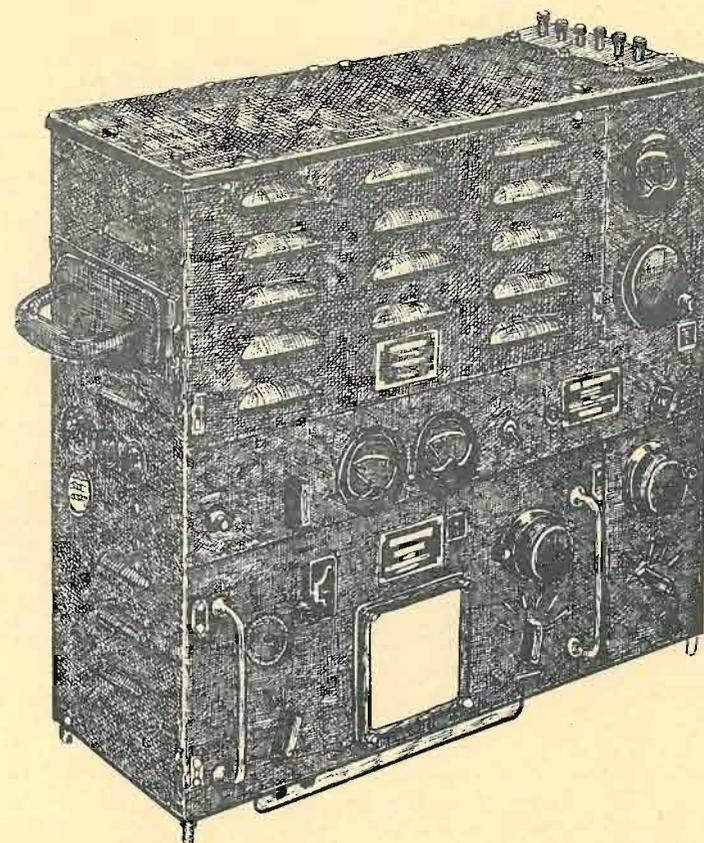

Fig. 7 — Il trasmettitore BC-191-().
b. TRASMETTITORE BC-191-() (fig. 7). Per la descrizione completa del Trasmettitore BC-191-() si consulti la pubblicazione TM 11-800.